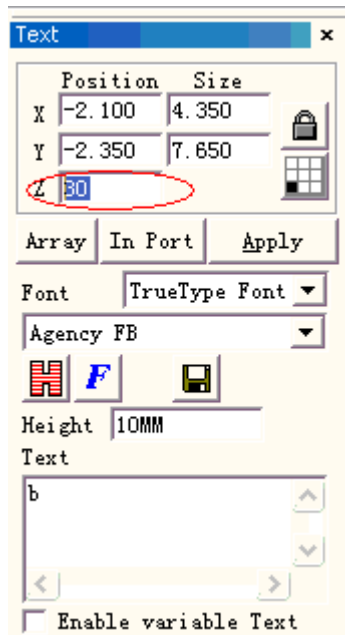

Рис. 8-5-2. Ввод буквы «б».
**2 этап:** аналогично в рабочем пространстве сформируйте букву «**b**». Установите значение 30 по координате Z. Далее нажмите кнопки «**Apply**» (применить) и «**put to origin**» (поместить в начало координат), как показано на Рис. 8-5-2.